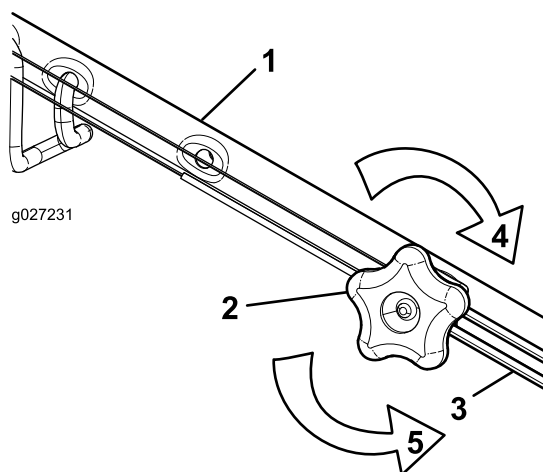

Рисунок 32
1. Поверните ручку регулировки против часовой стрелки, чтобы ослабить затяжку троса (Рисунок 32).
2. Отрегулируйте натяжение троса (Рисунок 32), потянув его назад или вперед, затем удерживайте в этом положении.